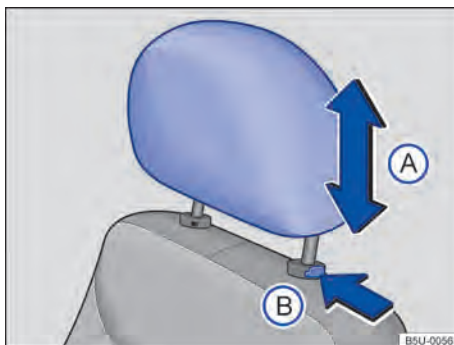

Fig. 58 Apoyacabezas delantero: desinstalar.
- Presionar la tecla → fig. 58 (B) en el sentido de la flecha. Retire el apoyacabezas mientras presiona la tecla.
- Empujar el apoyacabezas completamente hacia abajo con la tecla → fig. 58 (B) presionada.